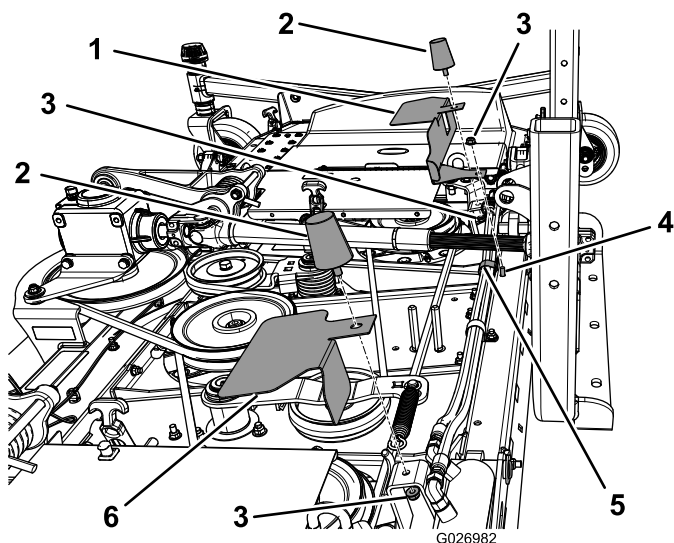
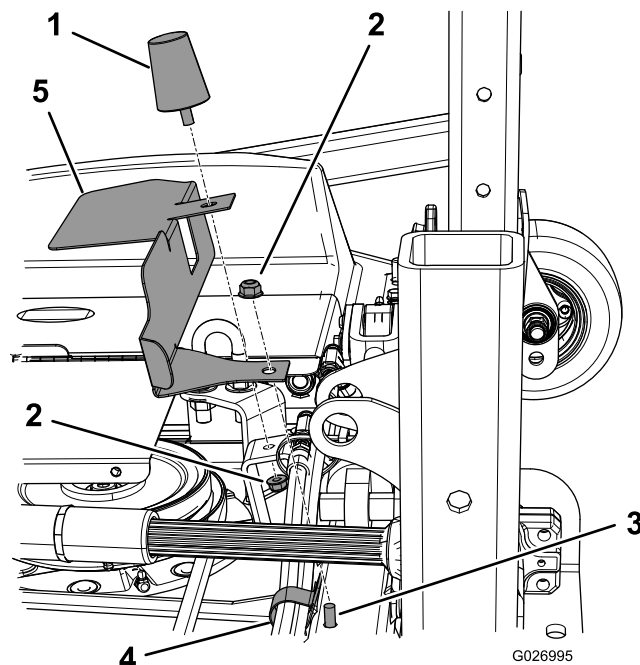

Bild 4
Bild 5
1. Nehmen Sie die linke und rechte Stoßstange ab (Bild 4).
3. Montieren Sie die Schutzbleche, wie in Bild 4 und Bild 5 abgebildet.